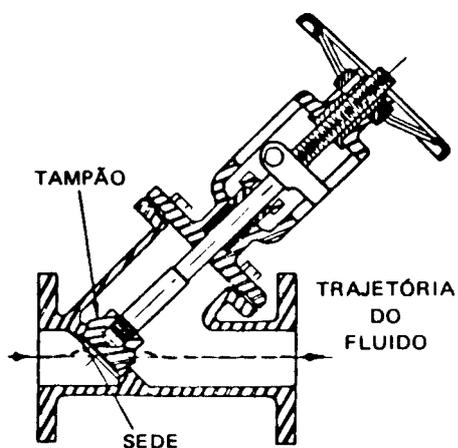

Fig. 25 - Válvula em "Y"
2. *Válvulas em "Y"* - Essas válvulas têm a haste a 45° com o corpo, de modo que a trajetória da corrente fluida fica quase retilínea, com um mínimo de perda de carga (Fig. 25). Essas válvulas são muito usadas para bloqueio e regulagem de vapor, e preferidas também para serviços corrosivos e erosivos.